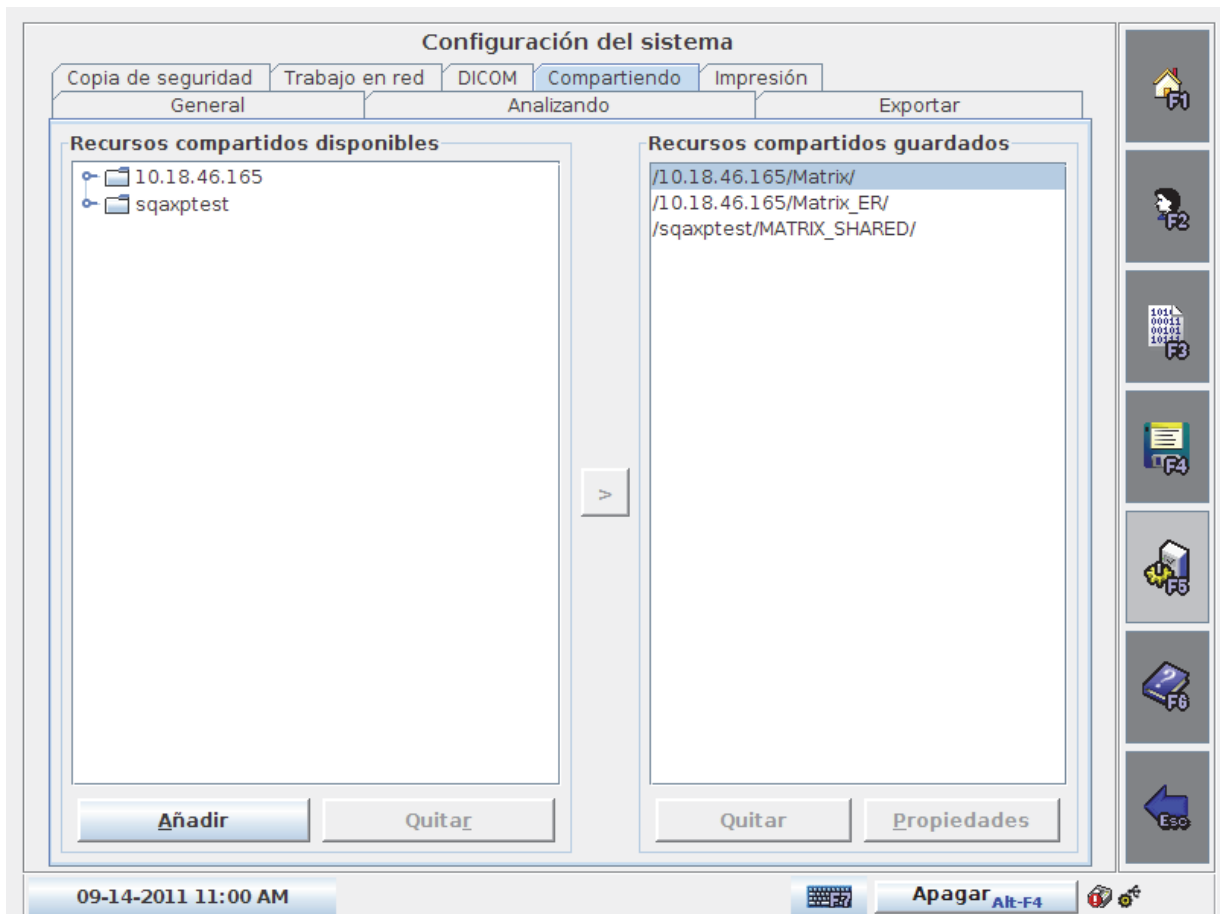

Figura 8-12 System Settings (Configuración del sistema) - Pantalla Sharing (Compartiendo)
1. Seleccione System Settings (Configuración del sistema) (F5) > Sharing (Compartiendo) para ver la pantalla SHARING (COMPARTIENDO) (Figura 8-12).